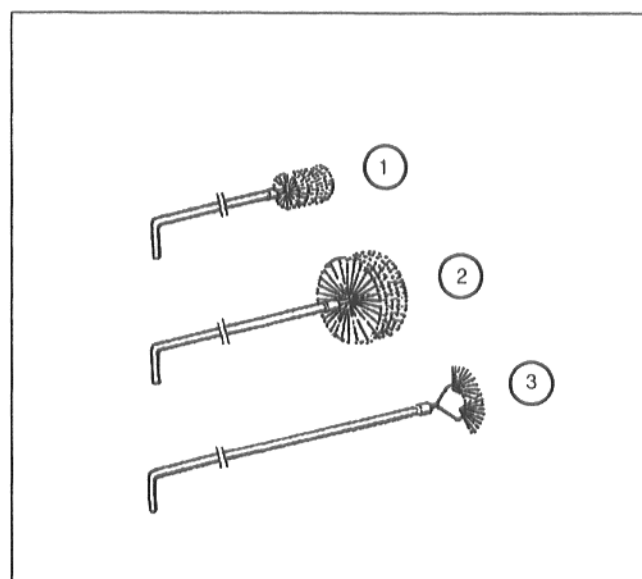
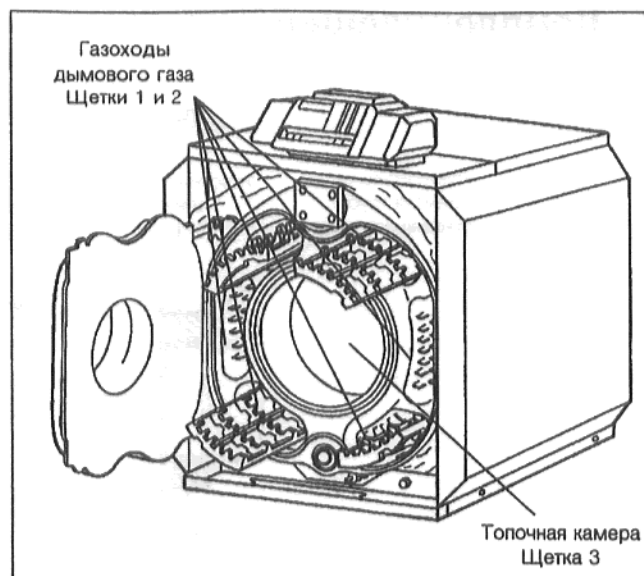

Рис. 47
Рис. 48
- На Рис. 47 показаны типы щеток, используемых для очистки.
- Газоходы дымового газа прочистить щетками 1 и 2 по направлению спереди назад (Рис. 47 и Рис. 48).
- Щеткой 3 очистить заднюю стенку топочной камеры (Рис. 47).
- Для очистки остального пространства топочной камеры используется щетка 2 (Рис. 47).
- Щеткой 2 прочистить нижние газоходы дымового газа спереди и сзади (Рис. 47).